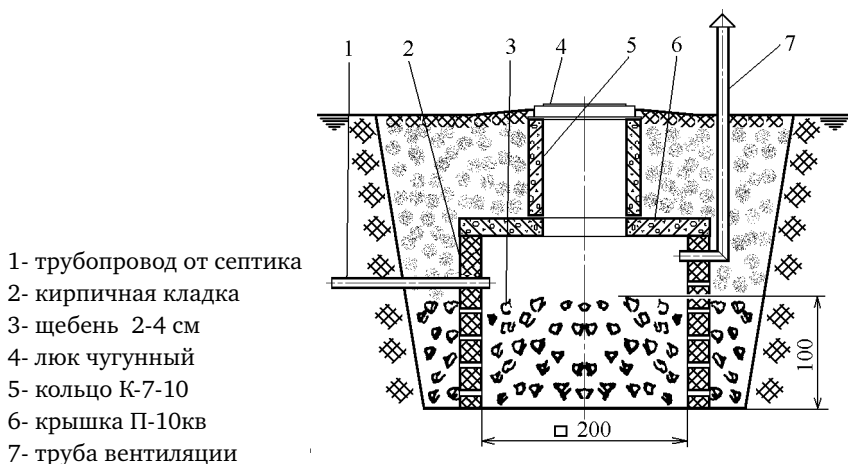

Рис. 3. Фильтрующий колодец на песчаном грунте на  $1 \text{ м}^3$  воды в сутки. Размеры в см (для колодца на супесях сторона квадрата равна 340 см)
**Фильтрующий колодец** (рис. 3) устраивают при расходе воды не более  $1 \text{ м}^3$  в сутки. Колодец делают без дна, с отверстиями в стенах, из красного кирпича, бетона или бетонных колец. Ниже подводящей трубы колодец загружают и обсыпают снаружи гранитным щебнем крупностью 20-40 мм слоем толщиной 1 м.